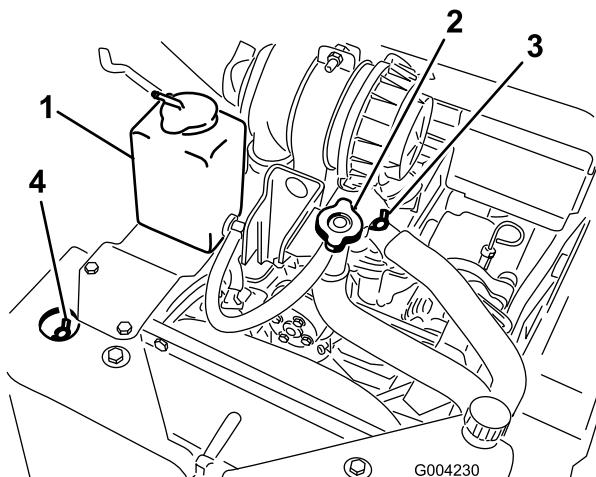

Figura 21
- A. Rimuovere il tappo di riempimento del refrigerante (Figura 21).
- B. Aprire le valvole di spуро del refrigerante anteriore e superiore (Figura 21).
- C. Versare il refrigerante nel collo del bocchettone finché il refrigerante non inizia a fuoriuscire dalla valvola di spуро anteriore (Figura 21).
- D. Chiudere la valvola di spуро anteriore (Figura 21).
- E. Versare il refrigerante nel collo del bocchettone finché il refrigerante non inizia a fuoriuscire dalla valvola di spуро superiore (Figura 21).
- F. Chiudere la valvola di spуро superiore (Figura 21).
- G. Versare il refrigerante nel collo del bocchettone finché non si vede salire il livello del refrigerante nel collo del bocchettone (Figura 21).
- H. Montare il tappo di riempimento del refrigerante (Figura 21).
- I. Aggiungere il refrigerante nel serbatoio di espansione finché non raggiunge la linea di pieno sul lato del serbatoio (Figura 21).